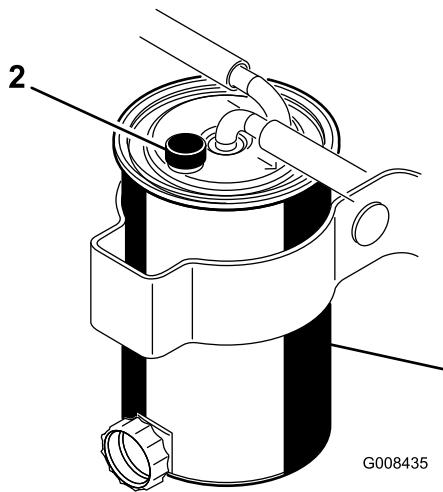

図 35
2. キャニスターの上部についているブリーザ・バルブをゆるめて水や異物を流し出す（図 35）。